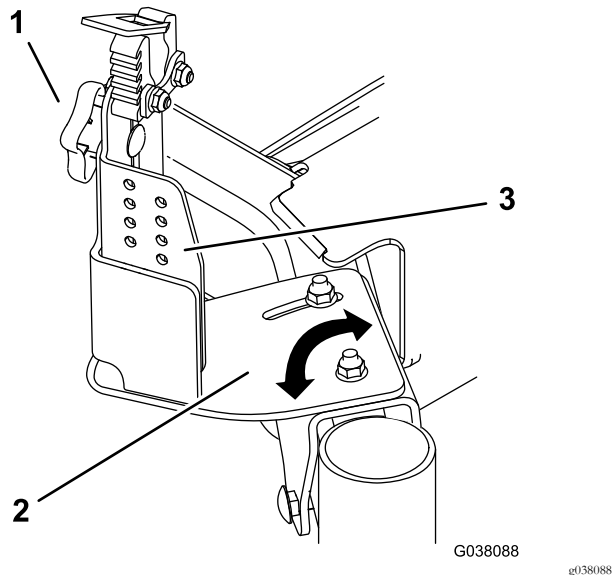

Figura 7
2. Allentate i bulloni che fissano la piastra di montaggio alla staffa del canale nel gruppo del supporto anteriore (Figura 7).
4. Allentate la manopola e sollevate o abbassate la piastra del decespugliatore, se necessario (Figura 7). Serrate la manopola.